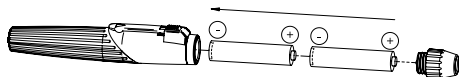

Fig. 3
Per la regolazione, svitare il testina (3) dall'impugnatura (1) e inserire due celle primarie alcaline (dimensione LR03/AAA/1,5V) (Fig. 3). In seguito riavvitare il testina.
Svitare il testina (3) e rimuovere le batterie. Inserire le batterie nuove con il contatto positivo rivolto verso la parte superiore dell'impugnatura (Fig. 3).